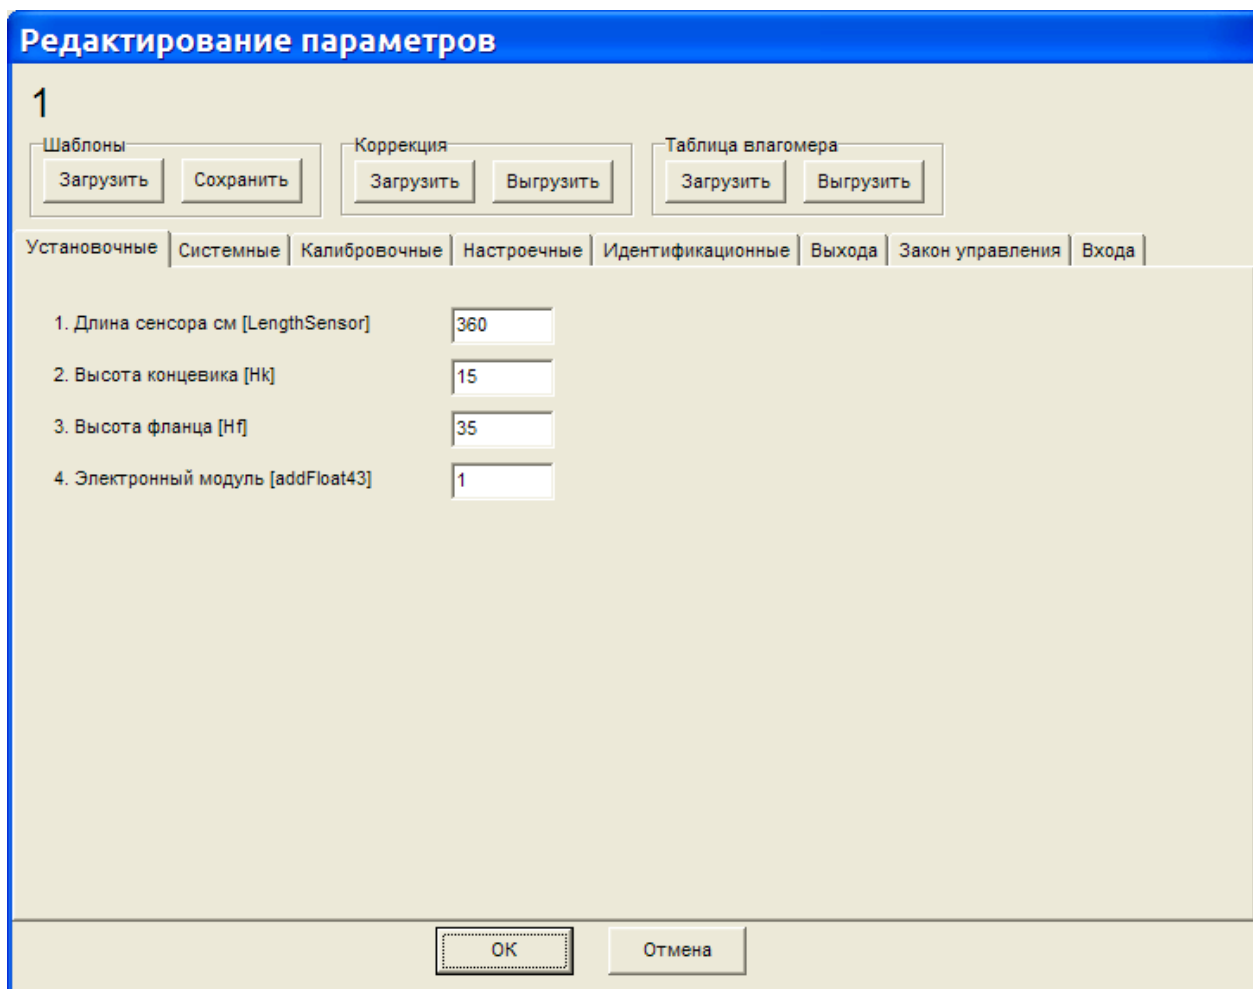

Рис.7
4.1. В процессе работы оборудования возможно возникновение необходимости перенастройки системы, для обеспечения решения различных технологических задач. Для изменения системных параметров в основном окне программы выбирают закладку «параметры» и нажимают на нее левой клавиши мыши. В появившемся окне пароль доступа к системным параметрам вводят пароль, ОК, затем повторно нажимают на закладку «параметры» и в появившемся окне выбирают наименование аппарата, на котором находится датчик, настроечные параметры которого необходимо заменить. Нажимают левой клавишей мыши на эту закладку и получают таблицу системных параметров рис.7